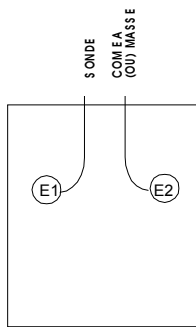

Fig 5. Schéma de câblage du module d'ambiance T7770A1006 (voir aussi Fig. 7).
Le raccordement se fait sur les bornes appropriées du module d'ambiance. Voir Fig. 5 à 19.
REMARQUE : Les modules d'ambiance des Fig. 5 à 19 ne sont pas tous compatibles avec les régulateurs W7751A,C,E,G.
4. Vérifier le câblage du module en se référant aux Figs. 5 à 19.